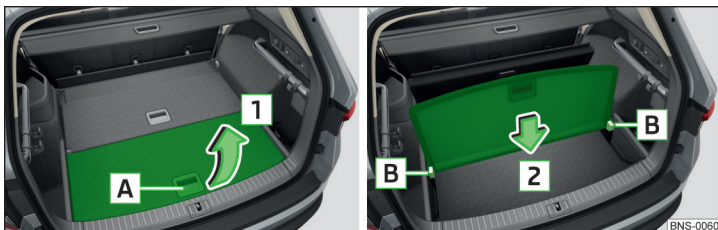

Abb. 156 Gepäckraum unterteilen
- Zum **Unterteilen** des Gepäckraums die hintere Platte des variablen Ladebodens am Griff **A** in Pfeilrichtung **1** anheben und in die Nuten hinter den Führungsnasen **B** in Pfeilrichtung **2** einschieben » Abb. 156.